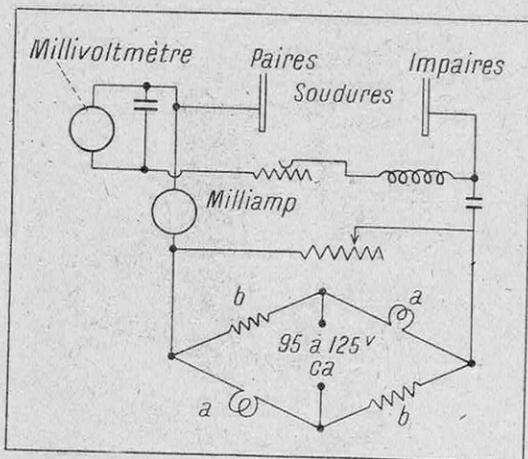

FIG. 10. — SCHEMA DE LA JAUGE DE PIRANI, MICRO-MANOMETRE A FIL CHAUD
A partir de la pression atmosphérique jusqu'à quelques baryes (1), on utilise couramment la *jauge de Pirani* (fig. 10), constituée par une suite d'éléments thermoélectriques dont une des soudures est maintenue à une température fixe, celle de l'autre soudure variant avec le degré de vide, ce qui résulte du fait que la température de ces soudures « froides » est fonction du transport d'énergie par les molécules du gaz de l'enceinte et, partant, du nombre de ces molécules, donc du degré de vide de l'enceinte. Pour un degré de chauffage déterminé des soudures paires, la différence de potentiel de celles-ci
(1) La *barye* est l'unité de pression c. g. s.; elle vaut environ un milliardième d'atmosphère.